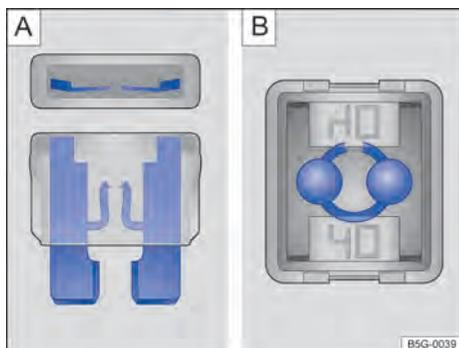

Fig. 175 Fusível queimado: **A**) fusível plano, **B**) fusível de bloqueio.
- Um *fusível plano* (ATO®, MINI®) queimado é reconhecido de cima ou de lado pela carcaça transparente nas faixas metálicas derretidas → Fig. 175 **A**).
- Um *fusível de bloqueio* (JCASE®) queimado é reconhecido pelas faixas metálicas derretidas por cima da carcaça transparente → Fig. 175 **B**).